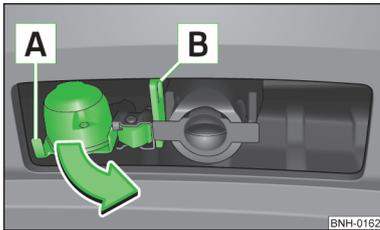

Abb. 13
- » Die 13-polige Steckdose am Griff **A** fassen und in Pfeilrichtung ausschwenken » Abb. 13.
- » Die 13-polige Steckdose am Griff **A** fassen und entgegen der Pfeilrichtung einschwenken » Abb. 13.
Die Sicherungsöse **B** » Abb. 13 dient zum Einhängen des Abreißseils des Anhängers.